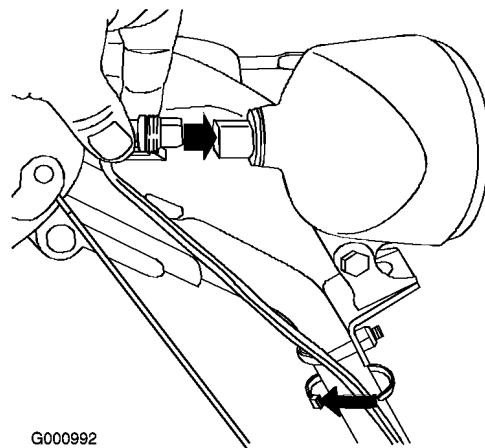

Figure 17
- Branchez directement le connecteur qui est au bout du fil à l'arrière du phare et enfoncez-le bien en place (Figure 17).
Remarque: Assurez-vous que l'attache en plastique du connecteur se trouve en bas (Figure 17).
- Attachez un serre-câble (pris dans le sachet de pièces détachées) autour du câble et du guidon à environ 2,5 cm au-dessous de l'étrier fileté (Figure 17).